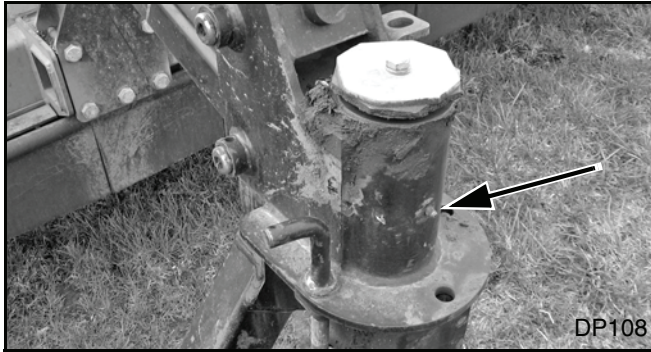

Figura 33. Pontos da lubrificação do rolamento do rodízio
4. Lubrifique os rolamentos do pivô do rodízio conforme mostrado na Figura 33.